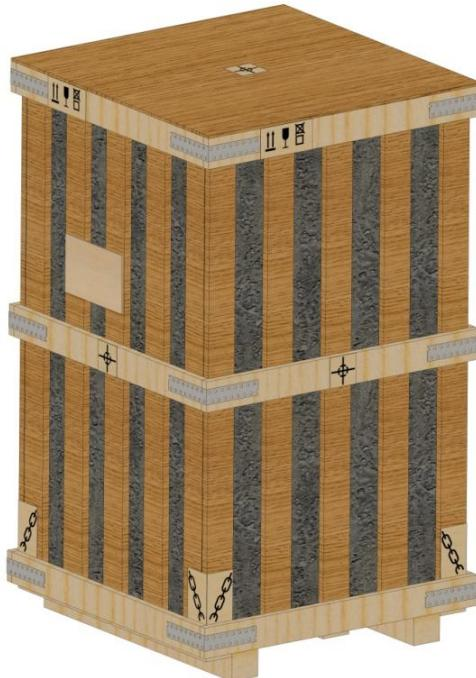
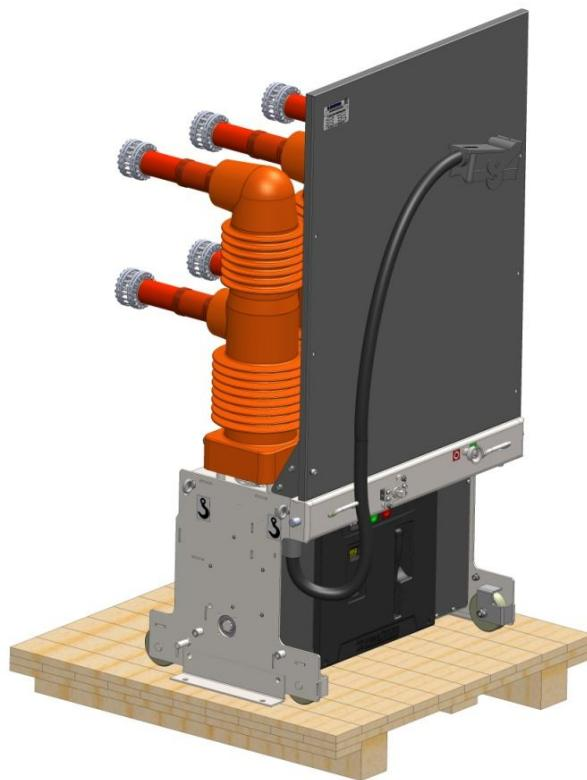

Рис. 11 Упаковка выключателя
Рис. 12 Способ крепления выключателя на транспортном поддоне
1.8.4 Для транспортировки выключатель устанавливается на деревянный поддон, и упаковывается в деревянную тару (рис. 11). Способы крепления выключателя на транспортном поддоне показаны на рис. 12.
которыми они крепятся к транспортному поддону, геачным рожковым ключом 13 мм и болты которые крепятся к выключателю, геачным рожковым ключом 17 мм (рис. 12);